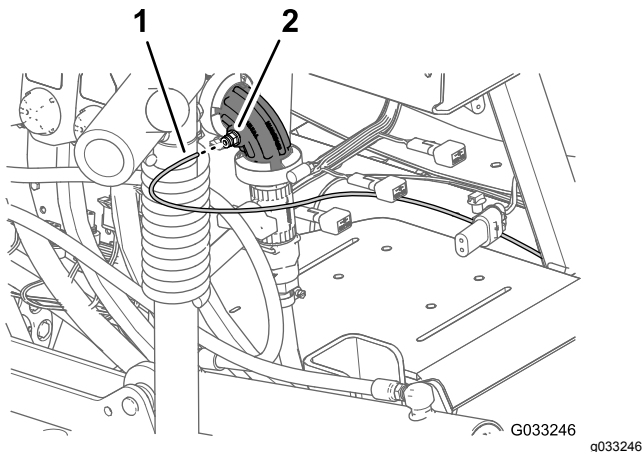
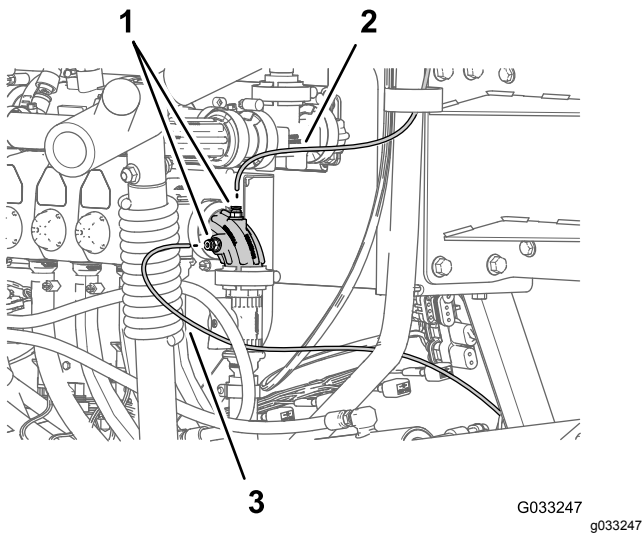

Bild 146
Bild 147
- 1. Fluchten Sie das Ende des Druckmessschlauchs (Kunststoff) für das Druckmanometer im Armaturen Brett mit dem arretierenden Stelling der Schlauchkupplung aus (Bild 146 und Bild 147).
- 2. Setzen Sie den Messschlauch in den arretierenden Stelling ein, bis er fest sitzt (Bild 146 und Bild 147).